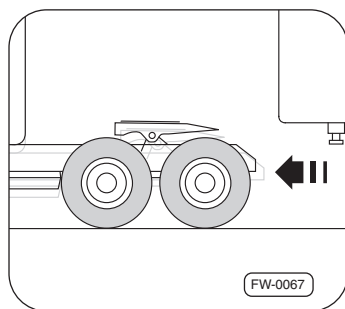

Fig. 14 · Retirer le tracteur.
5. Faire avancer le tracteur **lentement et en ligne droite** sous la semi-remorque ⇒Fig. 14.